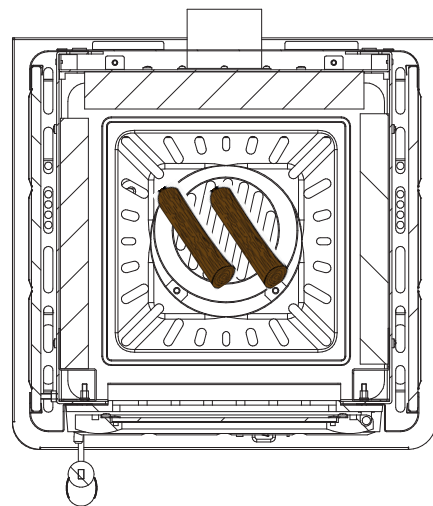

Fig. 7.4
- Recargar de combustible el fogón y, luego, cerrar la puerta del fuego. Para una disposición óptima del combustible en el interior del fogón, consultar la Fig. 7.4.